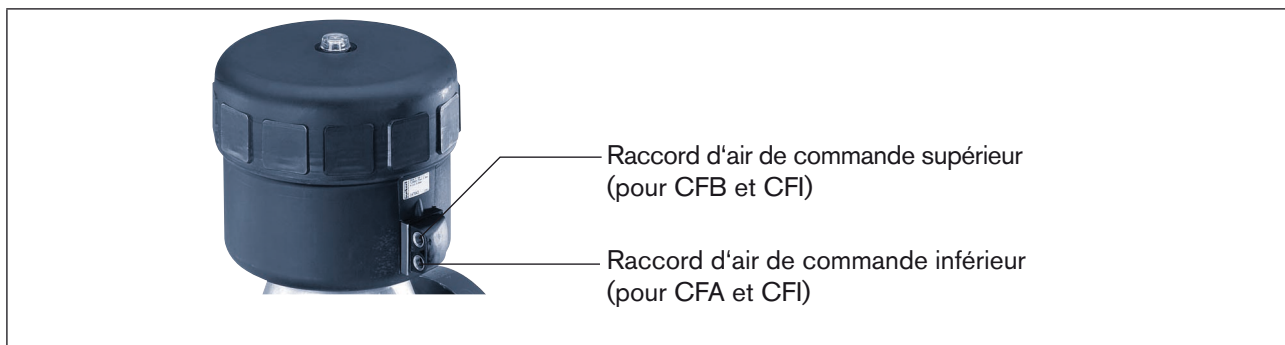

Figure 18 : Raccord d'air de commande
- Appliquez de l'air comprimé (valeur indiquée sur la plaque signalétique) sur le raccord d'air de commande inférieur (voir *Figure 18 : Raccord d'air de commande*).